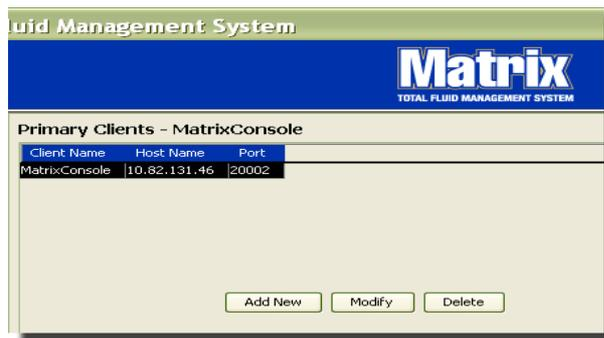

FIG. 79
- Per aggiungere ulteriori client primari, selezionare il pulsante Add New (Aggiungi nuovo) (FIG. 79).